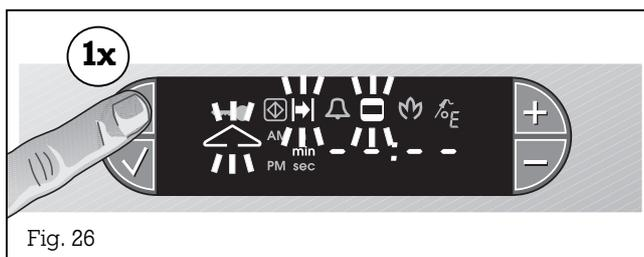

Fig. 26
- Appuyez sur la touche ☺ (heure) 1 fois (four haut) ou 3 fois (four bas). Les symboles | (durée), □ (temps de cuisson) et ^ (four haut) ou v (four bas) clignotent sur l'afficheur. Des tirets apparaissent sur l'afficheur (signification : aucune valeur programmée) (fig. 26 et 27).